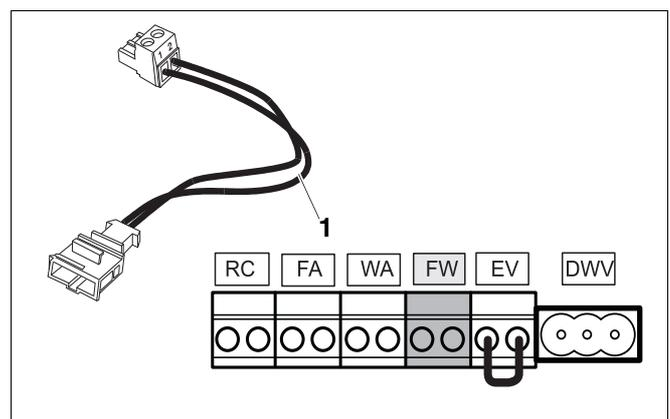

Fig. 35 Morsettiera - Sonda temperatura acqua calda (collegamento colore grigio)
- Collegare la sonda di temperatura acqua calda al morsetto grigio FW (fig. 35). Per procedere in tal senso, utilizzare il cavo adattatore fornito in dotazione alla sonda di temperatura acqua calda (fig. 35, pos. 1).